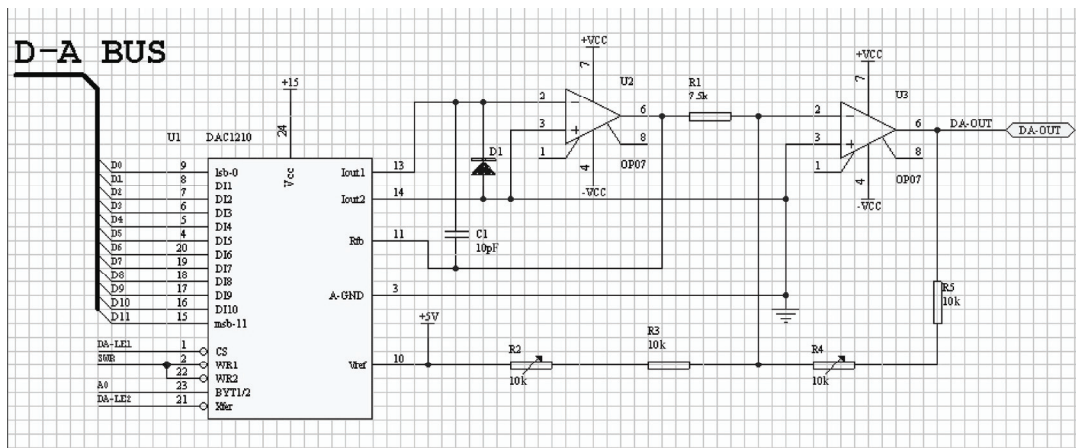
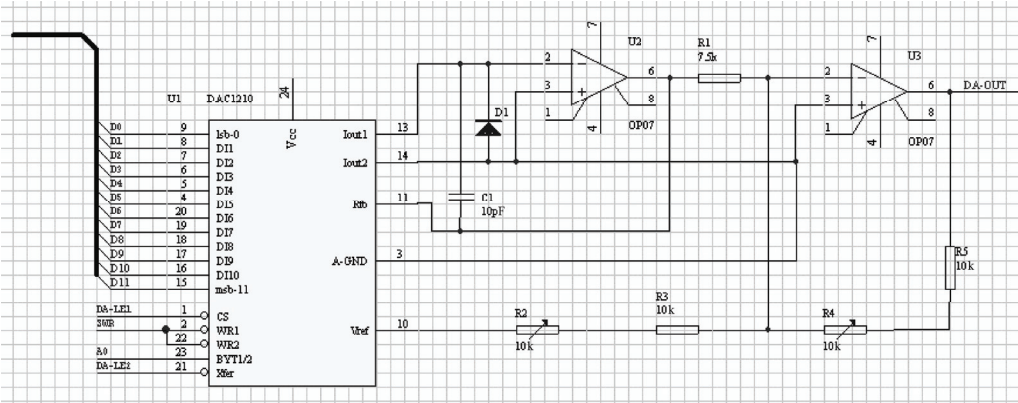
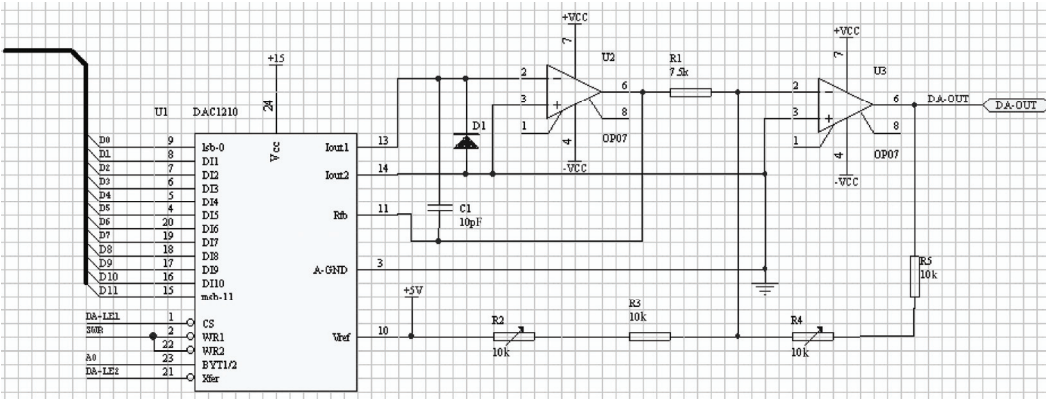

图 2-99 实例原理图
图 2-103 放置并编辑网络标号后的图形
图 2-104 放置电源和输入/输出端口后的图形
前面主要讲述了如何放置元器件、连接电路、绘制图形和编辑元器件，现在来进行一个完整的实例，实例原理图如图 2-99 所示。本实例为一个 D-A 功能模块，其中由一片 12 位的 D-A、两片运放、一些电阻和电容组成。下面将放置的元器件按照原理图需要连接起来，具体操作过程如下。
- 1) 选择“Place”→“Net Label”命令，分别放置网络标号，并按照图 2-99 所示的目标图形进行编辑。
- 2) 选择“Place”→“Wire”命令，按照图 2-99 所示，绘制 U1 的 1、2、21、22 和 23 引脚处的连线。绘制连线后的图形如图 2-103 所示。
- 1) 选择“Place”→“Power Port”命令，或者从“Power Objects”工具栏上选择相应的电源图形符号，放置了相应的电源后，再按照如图 2-99 所示的目标图形进行编辑。
输出端口，并按照如图 2-99 所示的目标图形进行编辑，端口的“I/O Type”设置为“Out”。放置并编辑电源和输入/输出端口后的图形如图 2-104 所示。
选择“Place”→“Annotation”命令，放置注释文字“D-A BUS”。放置注释文字后，该 D/A 输出模块就算完成，最后获得的图形如图 2-99 所示。